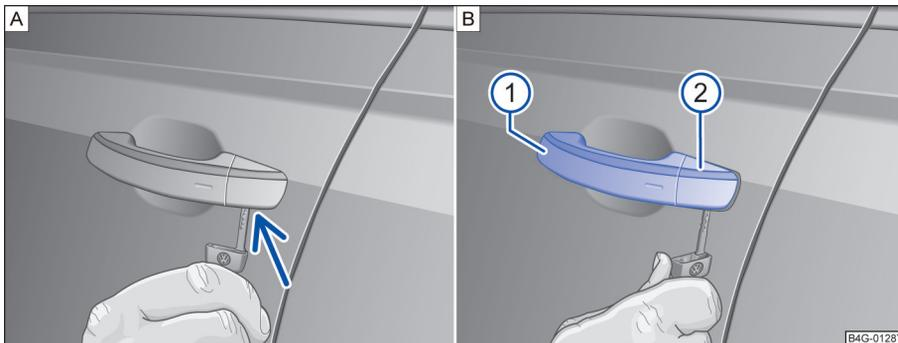

图 160 取下在驾驶员车门内车门锁的盖罩
- 将无线遥控钥匙的钥匙头从下面插入盖罩的开口内 \Rightarrow 图 160 。
- 转动钥匙以便松开盖罩并取下。 \Rightarrow 图 160